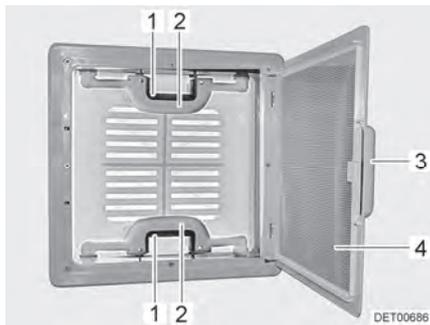

Fig. 28 Oblò a scatto
- Tirare la maniglia (Fig. 28,3).
- Ribaltare la protezione contro gli insetti (Fig. 28,4) verso il basso.
- Premere la chiusura a scatto (Fig. 28,1) verso l'interno dell'oblò. Premere contemporaneamente verso l'alto l'oblò con la maniglia (Fig. 28,2).
- Spingere la protezione contro gli insetti (Fig. 28,4) verso l'alto finché non si innesta.
- Tirare con forza verso il basso le due maniglie (Fig. 28,2) dell'oblò, fino a quando non scattano entrambe le chiusure (Fig. 28,1).